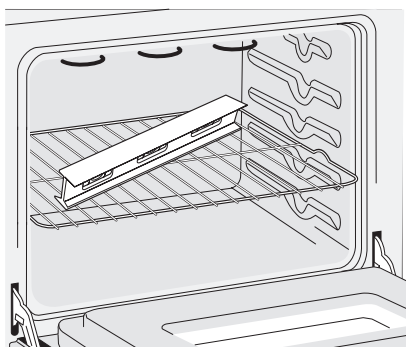

Figure 9
1. Installez la grille au centre du four supérieur (figure 9).